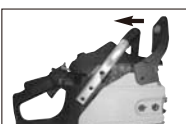

Fig. 3B
1. Sørg for at KJEDEBREMSE-spaken er trukket tilbake i DEAKTIVERT-posisjonen (Fig. 3B).